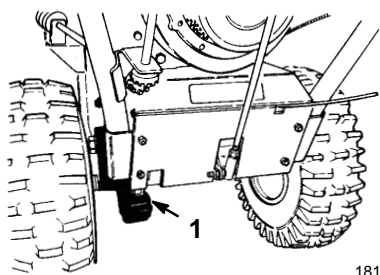

Figure 21
2. Lubrifiez la chaîne de transmission avec un lubrifiant pour chaîne (Fig. 21).